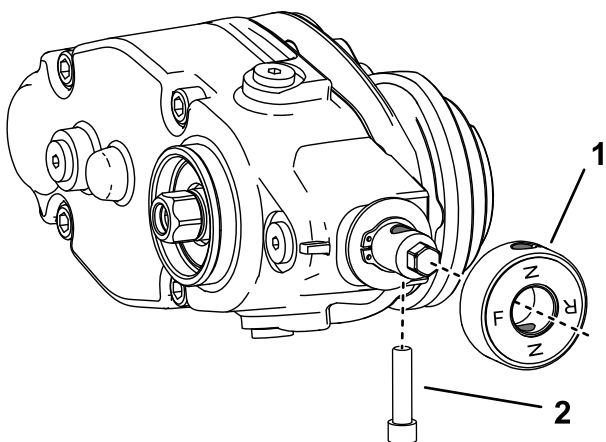

Bild 13
7. Wenn Sie den Groomer an der linken Seite der Maschine montieren, führen Sie folgende Schritte aus (Bild 13):